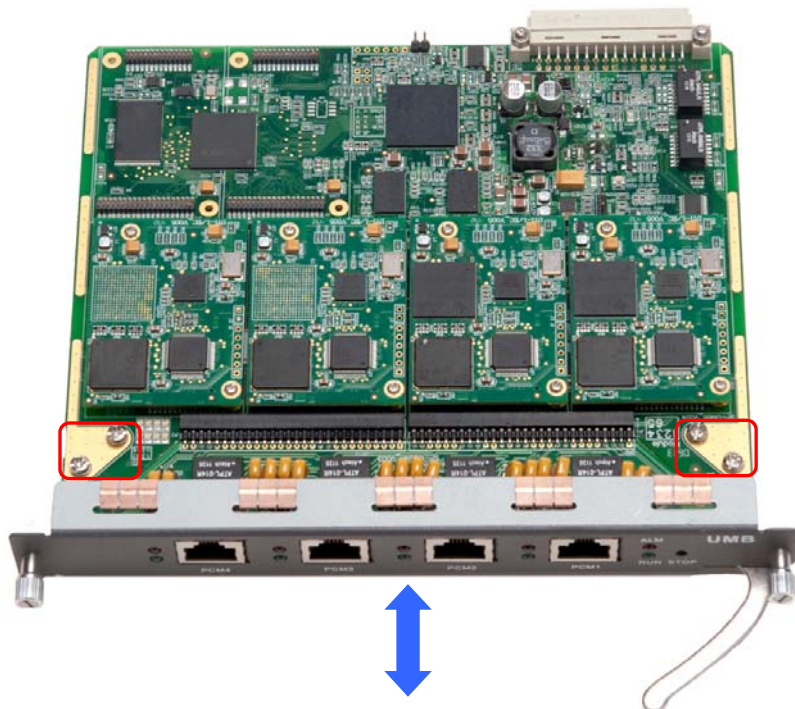

图 6-6 出线板拆装示意图
以在 UMB06 母板上安装 IOD04R 出线板为例，如图 6-6 所示，介绍出线板的安装操作方法：
- ① 先拆除图 6-6 中红框内的 4 个螺丝。
- ② 一只手拉住 UMB 母板连接器的一侧，另一只手拉住 IOD04R 出线板的前面板，向面板方向均匀拉动 IOD04R 出线板。注意用力均匀，并随时调整用力，保证出线板两边均匀拉出。
- ③ 检查 IOD04R 上的插针是否有变形弯曲，如有请用镊子将其扶直。